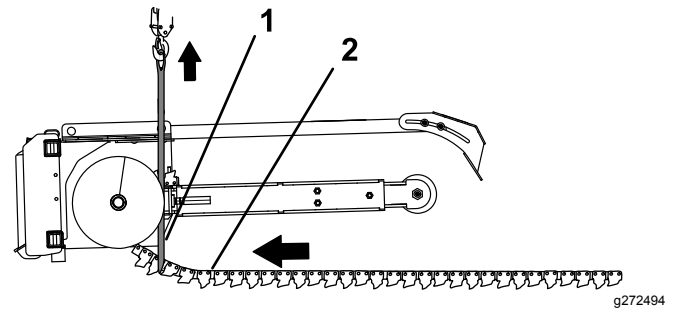

Figure 17
3. Posez la chaîne d'excavation sur le sol en ligne droite, sous le matériel de levage (palan par exemple), en orientant la face coupante des dents dans le sens de déplacement de la machine (vers l'avant) pour positionner celle-ci au-dessus de la chaîne d'excavation (Figure 17).
4. À l'extrémité avant de la chaîne, passez une sangle de levage de 3,65 m (12 pi) et d'une capacité de levage de 181,4 kg (400 lb) autour de la chaîne, au niveau de la dent sur le troisième ou le quatrième maillon (Figure 17).
5. Démarrez la machine et amenez l'élinde de la trancheuse au-dessus de la chaîne d'excavation, en plaçant la sangle de levage devant le pignon d'entraînement de la trancheuse (Figure 17).